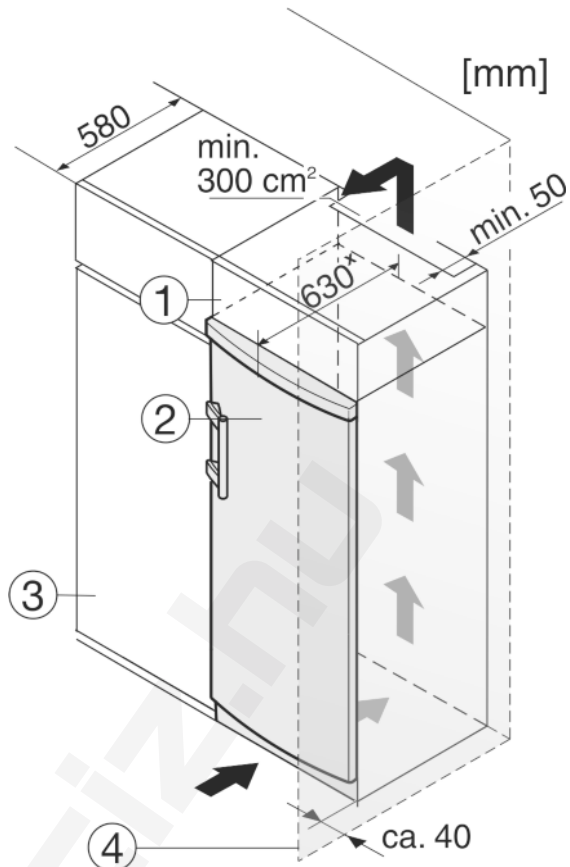

Fig. 10
- (1) Rátétszekrény
- (2) Berendezés
- (3) Konyhaszekrény
- (4) Fal
A készüléket körbe lehet építeni konyhaszekrényekkel. Rá lehet szerelni egy rátétszekrényt Fig. 10 (1), hogy a készüléket Fig. 10 (2) a konyhabútorok magasságához igazítsa.
Ha a berendezést (max. 580 mm mélységű) konyhaszekrényekkel építi körül, akkor közvetlenül a konyhaszekrény Fig. 10 (3) mellett is felállíthatja. A készülék oldalirányban 34 mm *, a közepétől pedig 50 mm * távolságban nyúlik túl a konyhaszekrény előlapjához képest.
Mikor a berendezést a csuklópántokkal egy fal Fig. 10 (4) mellett állítja fel, akkor a berendezés és a fal közti távolság legalább 40 mm legyen. Ez nyitott ajtó esetén megfelel a fogantyú túlnyúlásának.